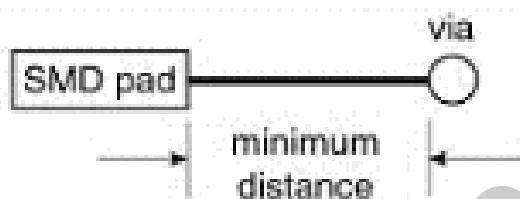

Рисунок 18 – Параметр **SMD-Via Same Net**
- **SMD-Via Same Net** – поле для установки зазора между площадкой для поверхностного монтажа и переходным отверстием одной цепи (рисунок 18);